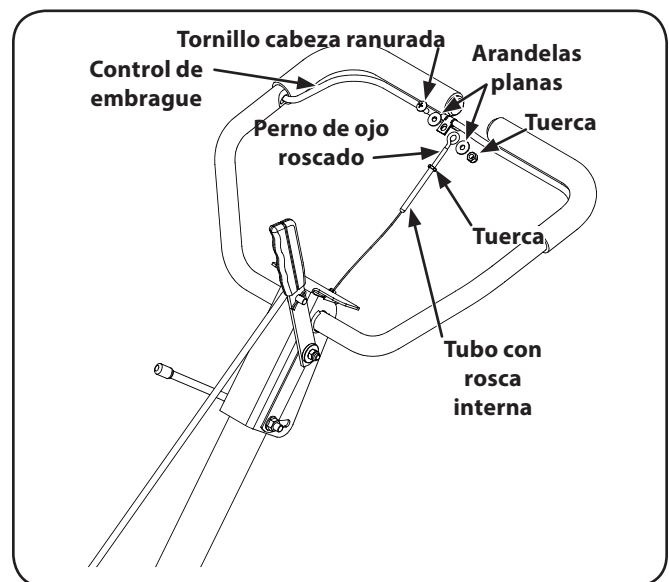

Figura 3-5
4. Retire el tornillo de cabeza ranurada, la tuerca y las dos arandelas planas del gancho del embrague. Vea la Figura 3-5.
6. Enrosque el perno de ojo y la tuerca que quitara anteriormente en el tubo con rosca interna que está en el extremo del cable. Debe enroscar un trozo de alrededor de $\frac{3}{4}$ ". Ajuste la tuerca contra el tubo en el extremo del cable. Vea la Figura 3-5.